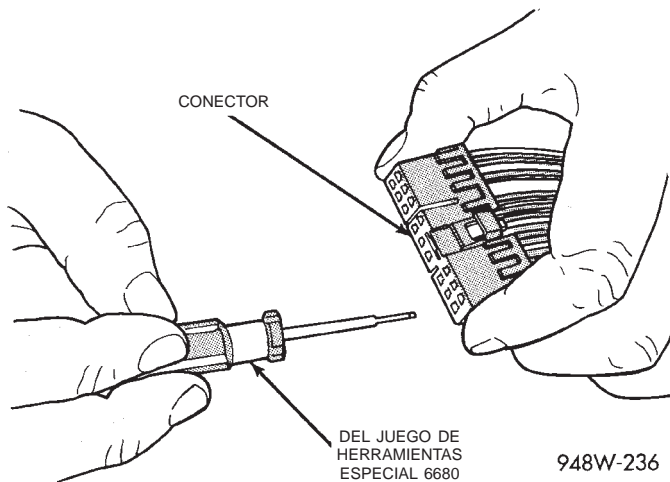
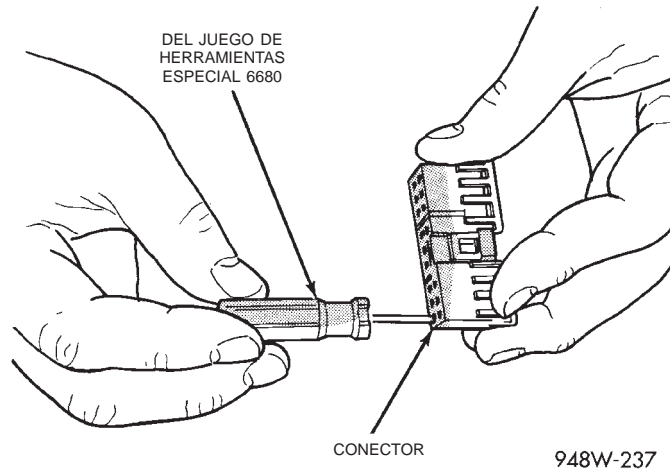

Fig. 22 Desmontaje de terminal
Fig. 23 Desmontaje de terminal utilizando la herramienta especial
(4) Coloque la garra de traba del conector apartada del terminal utilizando el instrumento apropiado del juego de herramientas especial 6680. Tire del cable para sacar el terminal del conector (Fig. 22), (Fig. 23).
(5) Corte el cable a 15 centímetros (6 pulgadas) de la parte posterior del conector.
(6) Retire 25 mm (1 pulgada) de aislamiento del cable del lado del mazo.
(7) Seleccione un cable del conjunto de reparación de terminales que más se asemeje al color del cable a reparar.
(8) Corte la longitud adecuada de cable de recambio y retire 25 mm (1 pulgada) de aislamiento.
(9) Coloque un trozo de tubo termocontraíble sobre uno de los lados del cable. Asegúrese de que el tubo